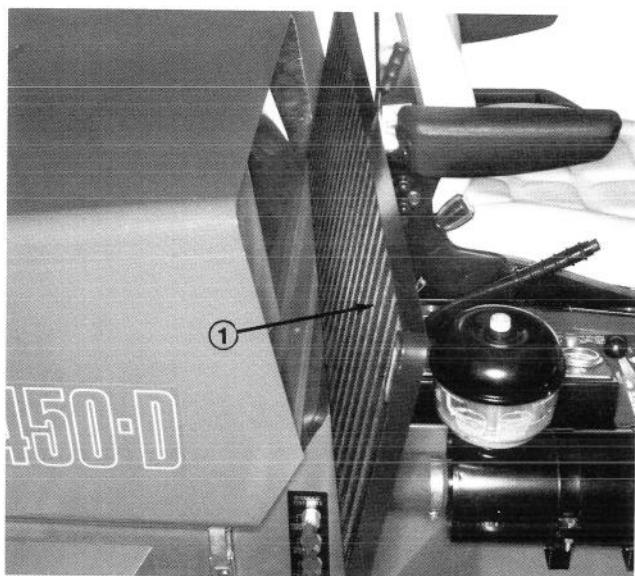

Figure 39
- Retirer la grille avant et la nettoyer à l'air comprimé (Fig. 39).